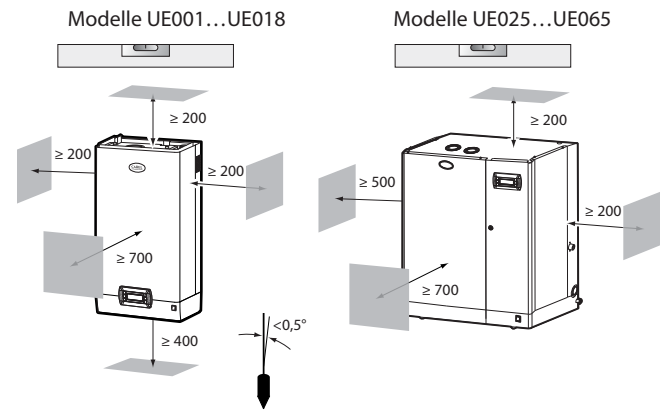

Fig. 1.b
- Den Befeuchter horizontal ansetzen und den Mindestabstand einhalten (siehe Fig. 1.b), damit die nötigen Wartungsoperationen durchgeführt werden können.
Den Befeuchter mit den im Lieferumfang enthaltenen Schrauben und der bereits angeschraubten Befestigungsvorrichtung an der Wand montieren (für die Abmessungen in mm siehe Fig. 1.d).